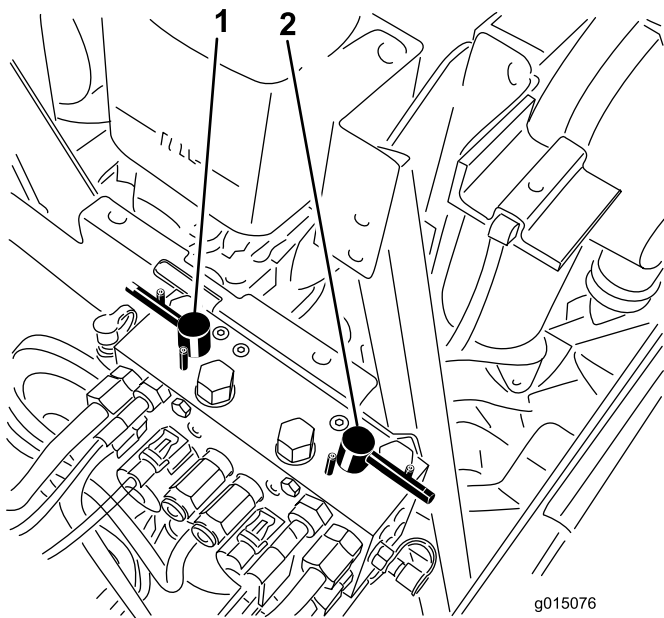

図 83
4. バックラップスイッチで前のカッティングユニット又は後ろのカッティングユニット、あるいは両方を選択する（図 83）。